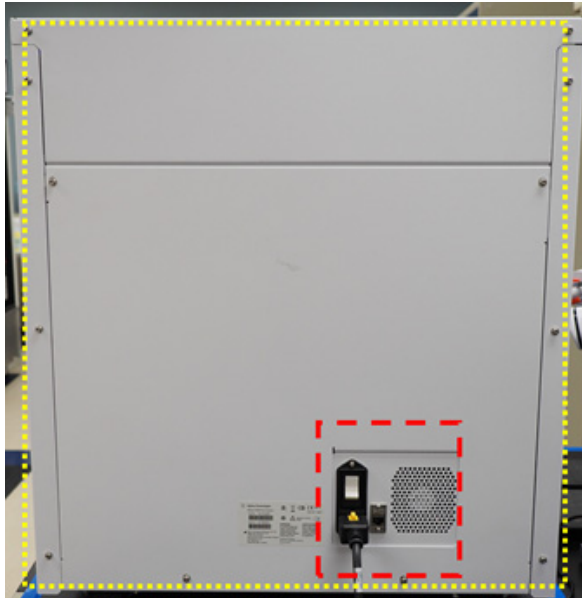

Figura 30 Superficies exteriores de la parte posterior del instrumento que deben limpiarse
- d Parte exterior posterior del instrumento:** Asegúrese de que el cable de alimentación no está conectado a la corriente eléctrica. Con un paño de laboratorio humedecido con alcohol isopropílico al 70 %, limpie la cara posterior del instrumento, que está señalada en amarillo en Figura 30. Debe prestar atención especial a la zona señalada en rojo, ya que incluye el botón de encendido de la zona posterior.